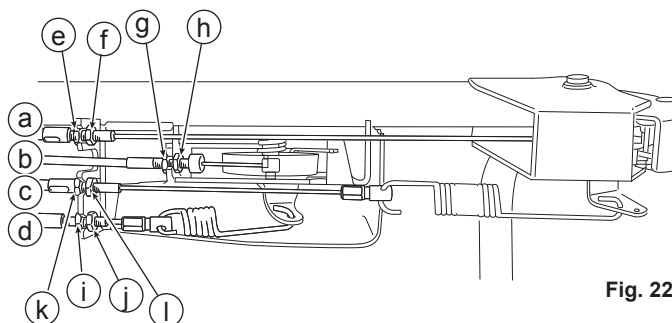

Fig. 22
8.5.1 Leva dell'acceleratore (fare riferimento alle figure 22 e 23)
8.5.2 Leva della lama (fare riferimento alle figure 22 e 24)
3. Accertarsi che la lama si spenga completamente quando la leva della lama (C) è rilasciata.
8.5.3 Leva della frizione (fare riferimento alle figure 22 e 25)
3. Accertarsi che la macchina possa essere spostata all'indietro quando la leva della frizione (B) è rilasciata.
8.5.4 Leva delle marce (fare riferimento alle figure 22 e 26)